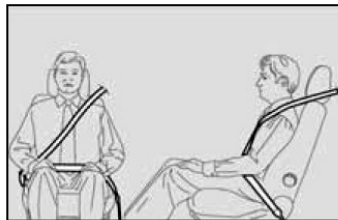

Рис.5
**ПРЕДУПРЕЖДЕНИЕ.** Ремень не должен быть перекручен. Верхняя часть ремня должна проходить через центр плеча и, по диагонали пересекая грудь. Нижняя часть ремня должна плотно прилегать к тазу **рис.5**, но не к животу. В противном случае существует риск проскользнуть под ремень при ударе. Запрещается использовать различные приспособления (пружинки, прищепки и т.д.) которые удерживают ремень от прилегания к туловищу.